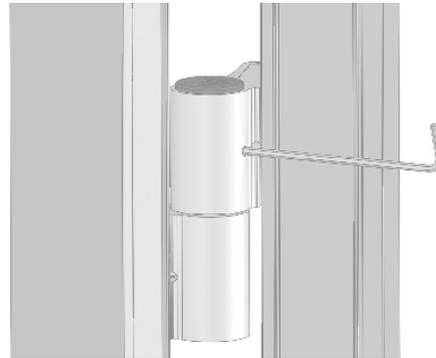

Рис. 28
16.2 Ослабить винты крепления эксцентриковых втулок имбусовым ключом 3 мм (Рис. 28).